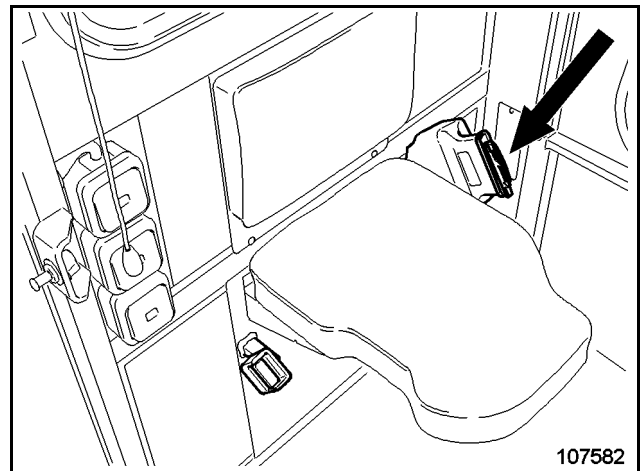

图 2-47：
为保证培训师/教练在挖掘机操作期间的安全，驾驶室中还配有一个座椅。此座椅装在操作员座椅后面（图 2-47：）。
- 请坐在此座椅上并记住系上安全带（如果有）（图 2-47：中箭头所示）。